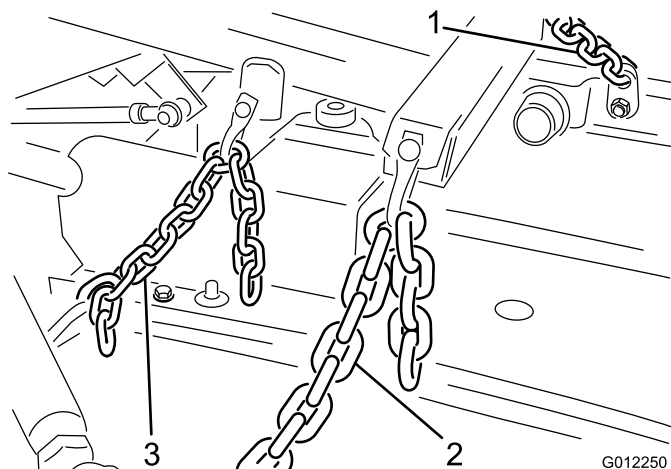

Figura 12
1. Ligue as correntes de elevação ao braço de elevação e suportes de corrente da unidade de corte com seis aros, pinos de aro (3/8 x 1-1/2 pol.) e contrapinos (1/8 x 3/4 pol.) (Figura 12).
2. Ligue as extremidades da mola tensora entre o quarto elo da corrente traseira e o olhal do contrapino que suporta o pino do cilindro no sítio (Figura 12).